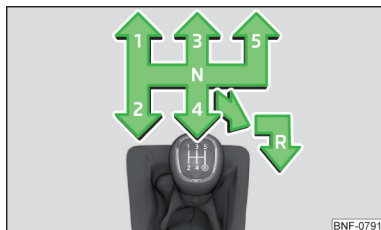

Abb. 124
Auf dem Schalthebel ist das Schaltschema für die einzelnen Gangstellungen dargestellt » Abb. 124.
- Den Schalthebel nach unten drücken, völlig nach rechts und dann nach hinten in **R**-Stellung stellen » Abb. 124.